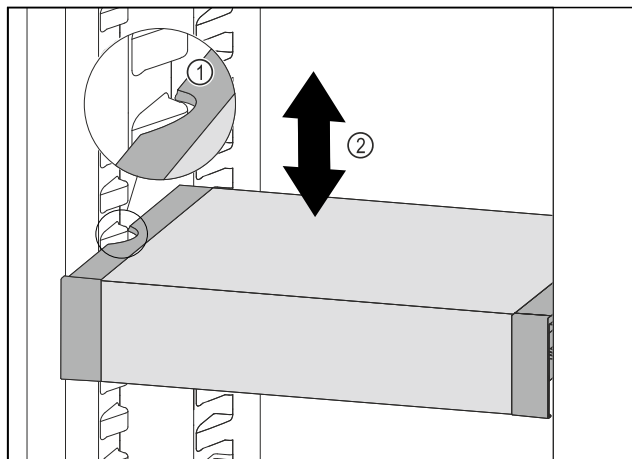

Fig. 133
- Изтеглете VarioSafe напред, докато страничните прорези на VarioSafe се намират на височината на реброто на съда в хладилната част. Fig. 133 (1)
- Преместете VarioSafe нагоре или надолу в хладилната част, докато се достигне желаната височина. Fig. 133 (2)